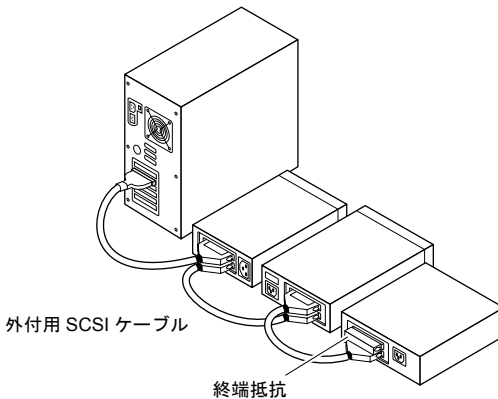

図 2. 外付用 SCSI デバイスのデジチェーン接続
- 4 他の外付用 SCSI デバイスを接続する場合は、それぞれのデバイスを 1 つ前のデバイスに接続し、すべての外付用 SCSI デバイスを接続するまで、デジチェーン状に接続を繰り返します (図 2 を参照)。